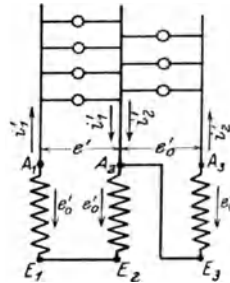
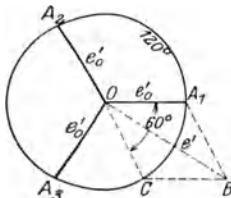

Fig. 83.
Fig. 84.
240. In Fig. 83 seien $A_1 E_1, A_2 E_2, A_3 E_3$ drei gleiche EMK, die gegeneinander um Winkel von je 120° verschoben sind. Die Enden E_1 und E_2 sind miteinander verbunden, ebenso A_2 mit E_3 . Zwischen A_1 und A_3 , ebenso zwischen A_2 und A_3 werden Lampen geschaltet. Die erste Lampengruppe braucht 6,65 [12] (15) A, die zweite 4,6 [10] (7) A. Gesucht:
Zu a): Wie die Pfeile in Fig. 83 zeigen sind die EMK in A_1E_1 und A_2E_2 einander entgegengerichtet, müssen also subtrahiert werden (geometrisch). In Fig. 84 sind $\overline{A_1O}$, $\overline{A_2O}$, $\overline{A_3O}$ die drei gleichen EMK, die gegeneinander um 120° verschoben sind. Soll $\overline{A_2O}$ von $\overline{A_1O}$ subtrahiert werden, so verlängere man $\overline{A_2O}$ über O um sich selbst und addiere \overline{OC} zu $\overline{OA_1}$, d. h. bilde aus $\overline{OA_1}$ und \overline{OC} das $\square OA_1BC$, dessen Diagonale \overline{OB} die gesuchte Differenz ist. Aus $\triangle OA_1B$ folgt
Zu b): Die Spannung der zweiten Lampengruppe ist die zwischen A_3 und E_3 herrschende, also die Spannung $e_0' = \overline{A_3O}$ in Fig. 84.
sehen wir, daß die Stromvektoren i_1' und i_2' dieselben Winkel bilden, wie die Spannungen \overline{OB} und $\overline{OA_3}$ in Fig. 84. Nun ist aber